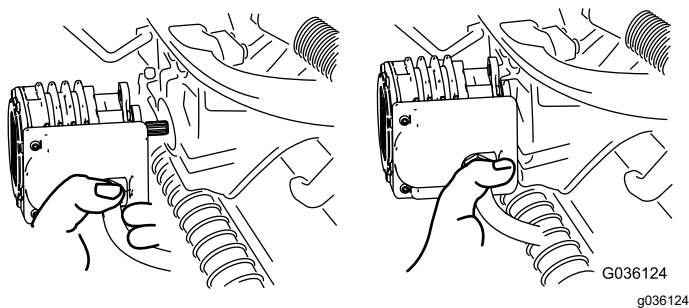

Figure 66
5. Transférez le moteur à la position de rangement sur l'avant du bras de suspension (Figure 66).